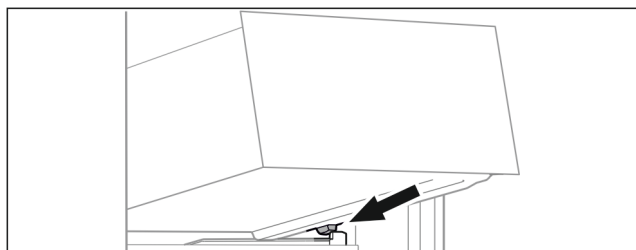

Fig. 71
- ▶ Założyć szufladę pod skosem za stoperami na żebrze pojemnika. (patrz Fig. 71)